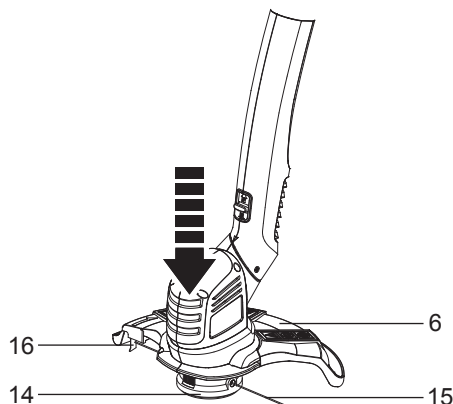

Fig. 16
- > Bata com o para-choques (17) numa superfície sólida e a bobina liberta linha de corte, repita se necessário (Fig. 16).
- > A linha em excesso pode ser cortada pela faca (16). A Linha de Corte deve estar sempre no interior do raio da proteção de segurança (6).